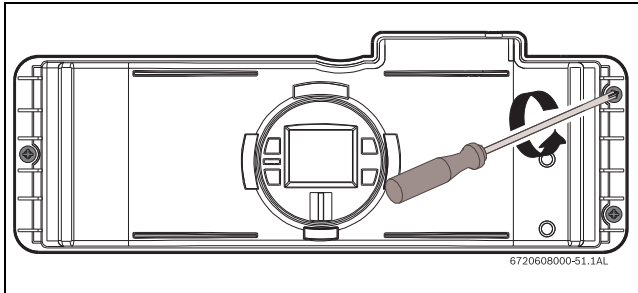
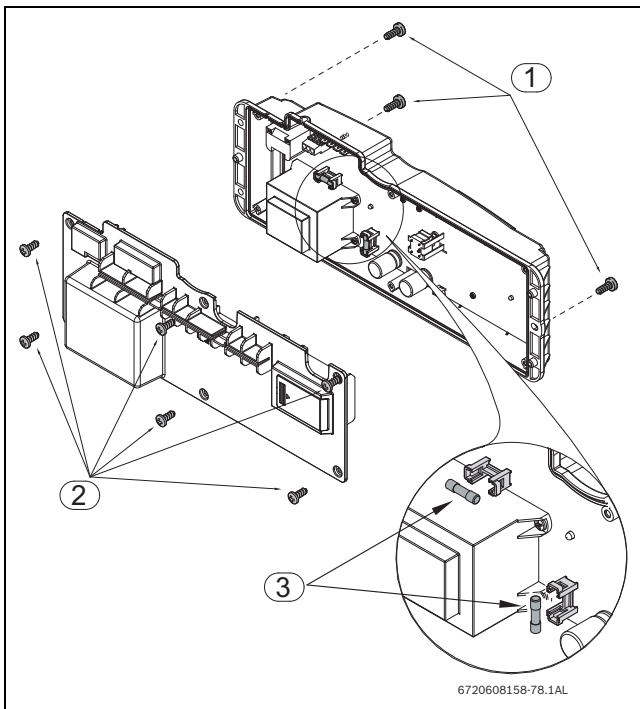

Рис. 56
Рис. 57 Місця розташування запобіжників
- ▶ Відгвинтіть три гвинти на електронному блоці (Рис. 56 і Рис. 57, поз. 2).
- ▶ Відгвинтіть шість гвинтів на задній кришці електронного блока, див. Рис. 57, поз.2.
- ▶ Відгвинтіть три гвинти на електронному блоці (Рис. 56).